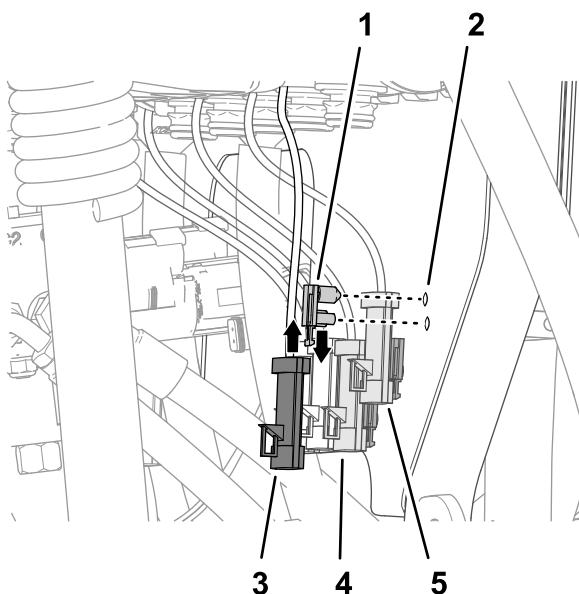

Figura 113
1. Monte os fixadores de pressão do fixador do conector nos furos na montagem da válvula (Figura 113).